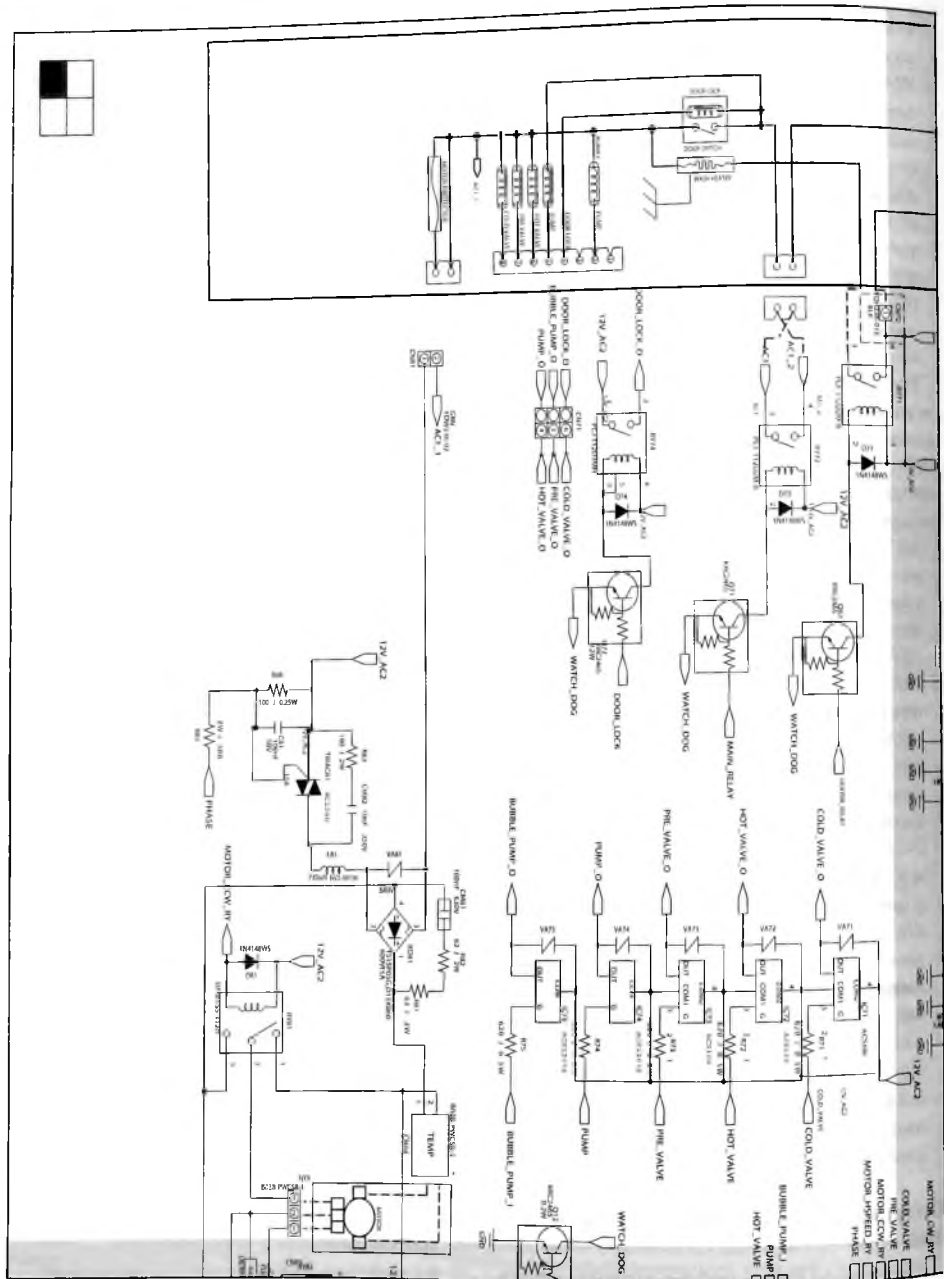

Рис. 4. Принципиальная электрическая
Принципиальная электрическая схема силового ЭМ и платы ПУ (с возможными опциями) приведена на рис. 4 и 5 соответственно.
- стабилизатор напряжения 5 В (+5V) IC1 (питание компонентов на силовом ЭМ) (рис. 4);
на элементы силового ЭМ. При этом МК TE2 на выв. 23 формирует сигнал STDBV, который поступает через элементы обратной связи ИП IC02 и PC01 на выв. 4 ШИМ контроллера IC01 (рис. 4).
На ПУ питание не поступает, так как ключ IC20 коммутации питания 12 В на ПУ закрыт, он управляется с МК TE2 (выв. 24) сигналом SUB ON/OFF (см. рис. 4).
Примечание. Выходные каналы ИП +5 В, 12V (AC2) и +12V-1 не имеют гальванической развязки от сети, так как линия питания +12 В (12V (AC2)) соединена с сетевой линией L (LINE), а все перечисленные каналы имеют единый общий провод (GND) — см. рис. 4, 5. Единственный канал (его компоненты устанавливаются опционально), имеющий гальваническую развязку от сети — это 8 В (+8V), общий провод канала (AGND) не связан с общим проводом других каналов.